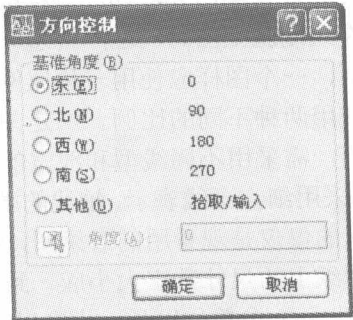
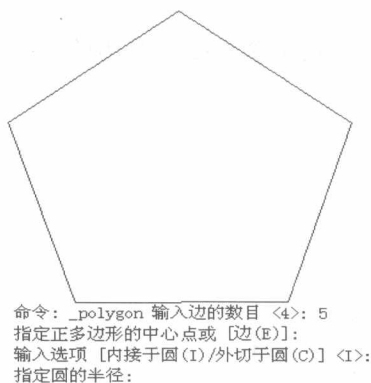

图 1-10 “方向控制”对话框
图 1-11 绘制正五边形
(3) 在“图形单位”对话框中,选择“长度”类型为“小数”,精度单位为小数点后零位。“角度”类型为“十进制度数”,精度为小数点后一位,角度默认正方向为逆时针方向。在“插入比例”下拉列表框中选“毫米”。
(4) 单击 **方向 Q)**... 按钮,弹出“方向控制”对话框(如图 1-10 所示),选择基准角度为正东方向 0°。
(5) 单击 **确定** 按钮返回到“图形单位”对话框,再单击 **确定** 按钮完成图形单位的设置。
(6) 单击二维绘图工具栏上的“正多边形”命令按钮 ,输入边的数目为 5,移动鼠标到绘图区单击任意一点指定为正多边形的中心点,直接按〈Enter〉键默认“内接于圆”方式,拖拉鼠标指定“内接圆”的半径完成正五边形的绘制,命令操作提示和效果如图 1-11 所示。